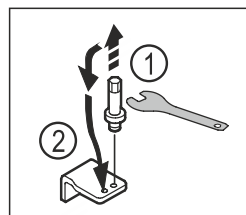

Fig. 20
- Отвийте болта на долната лагерна стойка с външен шесткантов ключ SW5. Fig. 20 (1)
- Поставете болта от другата страна. Fig. 20 (2)